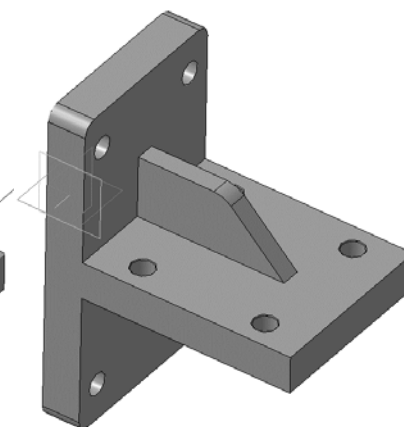

Рис. 83. Результат операции «Массив»
7.13 Нажмите кнопку **Создать объект**  – будет построен массив отверстий (рис. 83).